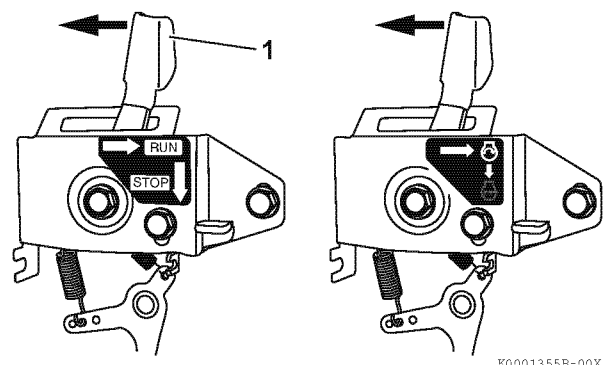

Abbildung 17
2. Falls die Motordrehzahlregelung **Abbildung 17** ähnelt, Drehzahlregelungshebel (1, **Abbildung 17**) auf Position RUN oder in die gezeigte Richtung schieben, um die Drehzahl anzupassen.